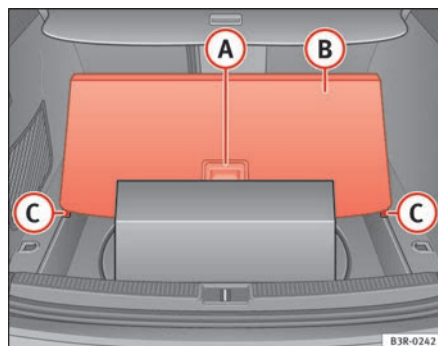

Fig. 124 Superfície de carga levantada
- Puxe a pega (A) ⇒ fig. 124 e levante a cobertura da superfície de carga (B) fazendo que os bordos exteriores entrem nos rebaios (C).
- Com a ajuda da pega (A) ⇒ fig. 124, recolha a superfície de carga e desloque-a até ao encosto.
Os objectos pequenos também se podem guardar **por baixo** da cobertura (B) ⇒ fig. 124.